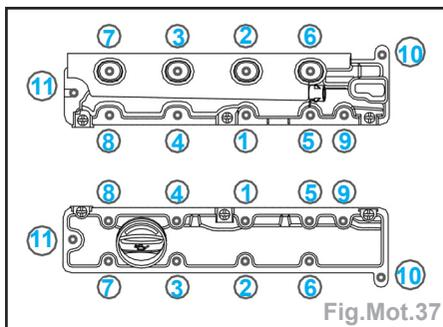

Fig.Mot.37
- Reposer les couvre-culasses équipés de joints neufs en respectant l'ordre indiqué (Fig.Mot.37) :